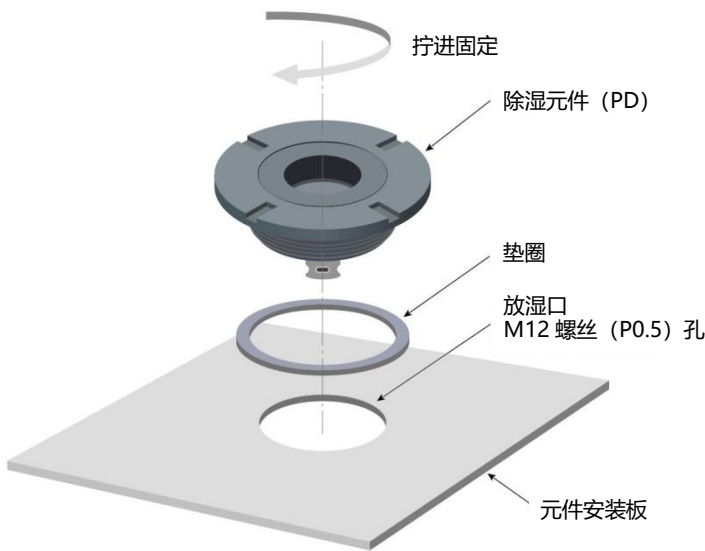
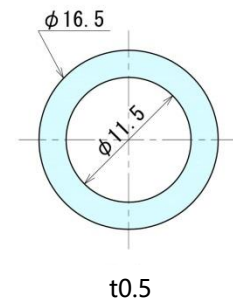

图 1. 安装示意图
图 3. 垫圈加工示例
- 3** 请在安装面上**开设安装孔后使用。** 详情请参阅以下图 1.~图 3.。